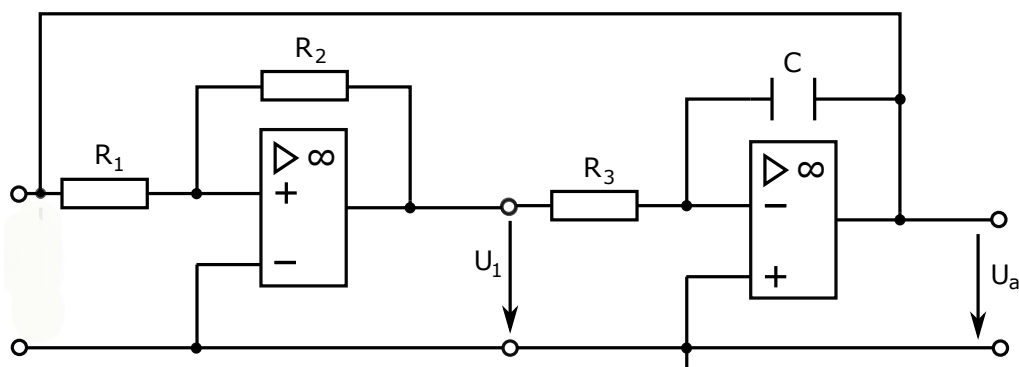

Abbildung 5: Signalgenerator-Schaltung
10. Welcher Signalverlauf ergibt sich, wenn der Ausgang eines Schmitt-Triggers über einen Integrator rückgekoppelt wird? Betrachte hierzu die Abbildung 5.
11. Was ist der theoretische Wert der Frequenz der erzeugten Schwingung bei der Schaltung in Abb. 5?
f) Ergänzen Sie einen invertierenden Integrator hinter der obigen Schmitt-Trigger-Schaltung (Abbildung 5) und führen Sie das Ausgangssignal des Integrators auf den Eingang des Schmitt-Triggers zurück. Das System fängt spontan an zu schwingen und erzeugt ein Dreieckssignal U_a der Frequenz $\nu_{\text{Dreieck}} = \frac{R_2}{4C R_1 R_3}$ und Amplitude $U_{\text{max}} \cdot \frac{R_1}{R_2}$. Beobachten Sie mithilfe des Oszilloskops die Signale U_1 und U_a und vergleichen Sie Frequenz und Amplitude mit den Theoriewerten. Verwenden Sie folgende Bauteile für die Schaltung: $R_1 = 10 \text{ k}\Omega$, $R_2 = 100 \text{ k}\Omega$, $R_3 = 1 \text{ k}\Omega$ und $C = 1 \text{ }\mu\text{F}$.